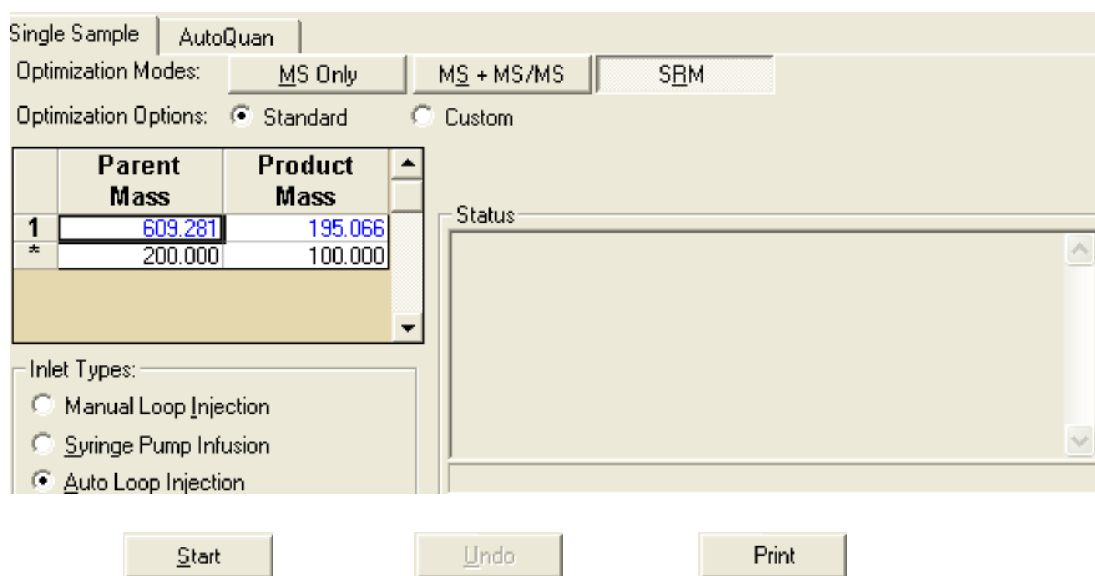

图7-9. 化合物优化视图
- a. 选择Optimization Modes: SRM（优化模式：SRM）按钮允许用户优化一个选定的反应，见图7-9。